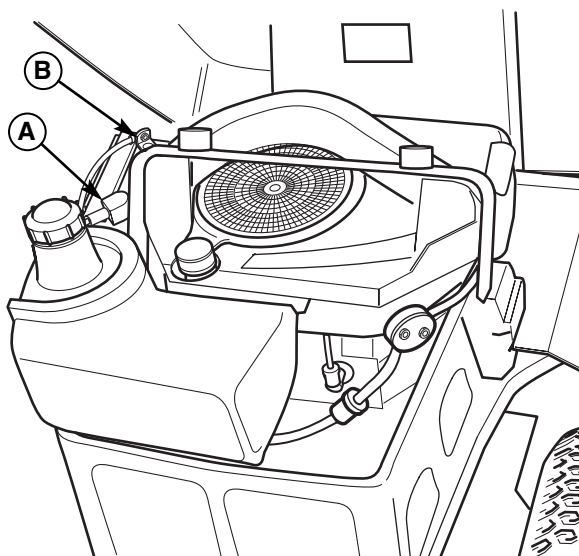

Figure 21. Compartiment moteur
1. Déconnecter les câbles de la batterie en commençant par le câble négatif (B, figure 21).
6. Rattacher les câbles de la batterie : attacher d'abord le câble positif (voir A, figure 21), puis attacher le câble négatif (B).